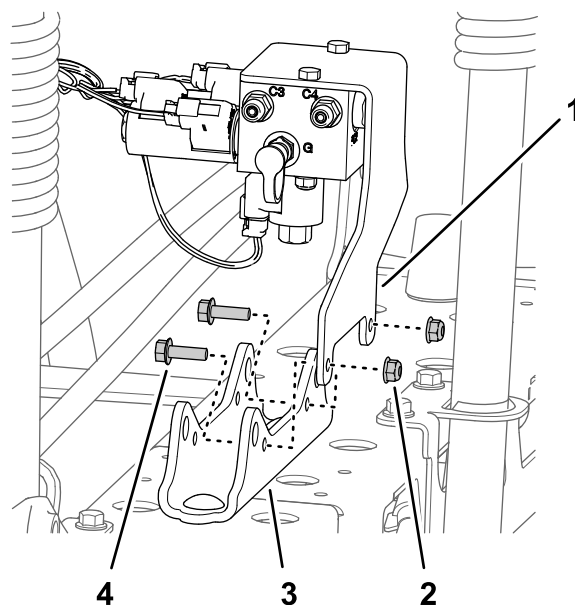

Bild 43
- Maschinen ohne die optionale Nivellierung für den Ultra Sonic Boom:** Entfernen Sie die zwei Sicherungsbundmutter (5/16") und die zwei Bundkopfschrauben (5/16" x 1"), mit denen die Stützhalterung für den Abschnitthubverteiler an der Zylinderbefestigung befestigt ist, und nehmen Sie den Verteiler und die Halterung von der Zylinderbefestigung ab (Bild 43).